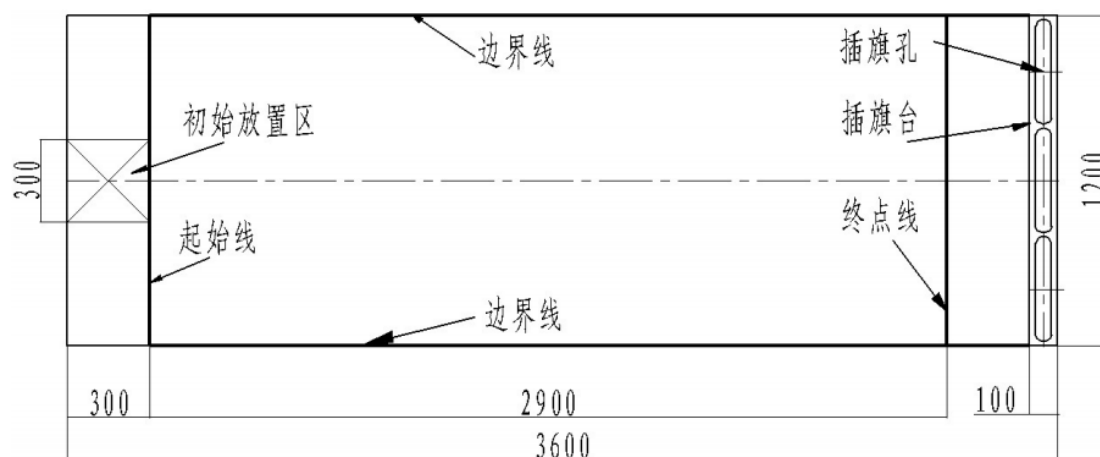

图4 比赛场地尺寸
1、双足机器人争先赛场地如图 4 所示。由始发区、赛道及插旗台组成。赛道为长 3500mm、宽 1200mm、厚 10mm 的木板，上表面为白色漆面，起始线、终止线、边界线为黑色漆面。赛道置于地面。